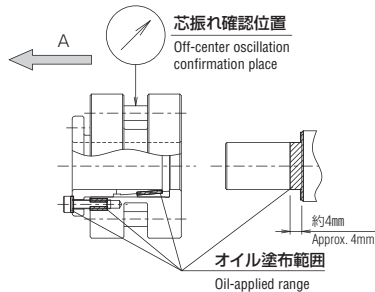
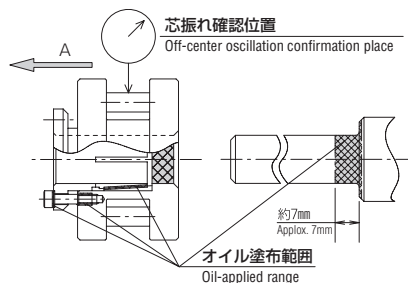

図1 Fig.1
図3 Fig.3
2. 軸のローラピニオンと直接接する部分と、締結具各テーパ接触部、ロックボルトネジ部、頭部座面に、オイル又はグリスを軽く塗布して下さい。(図1、3、5)
Lightly apply oil or grease to shaft which directly contacts with roller pinion, tapered area of clamping tool, screwed area and head seat of lock bolt (Fig. 1, 3 and 5).
- 注4. ロックボルト締め付け時、ローラピニオンは、図1・図3矢印A方向へ、若干移動します。カムラック側面との干渉に注意して下さい。(CPA1010B～CPA3212B、CPC3212A対象)
Since the roller pinion moves slightly in the arrow A direction of Figs. 1 and 3 when the lock bolts are fastened, watch out the roller pinion for the interference with the gear side (for CPA1010B to CPA3212B and CPC3212A types).